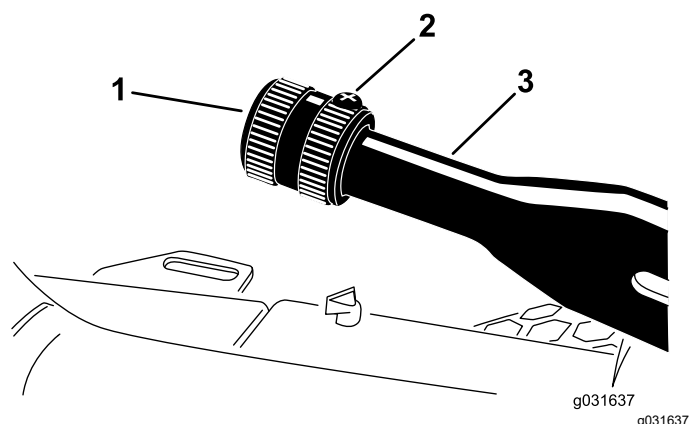

Figura 58
1. Desaperte o parafuso de afinação que fixa o manípulo à alavanca do travão de estacionamento (Figura 58).